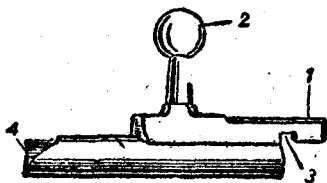

图12 机体
1. 机体(图12、13)：连接机头与机尾。上有机柄、保險槽、撞針室和螺形缺口。